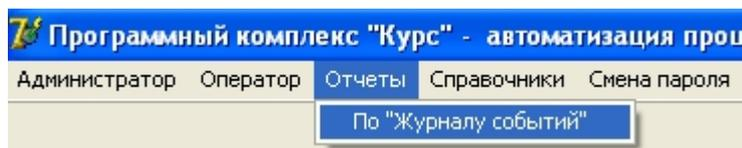
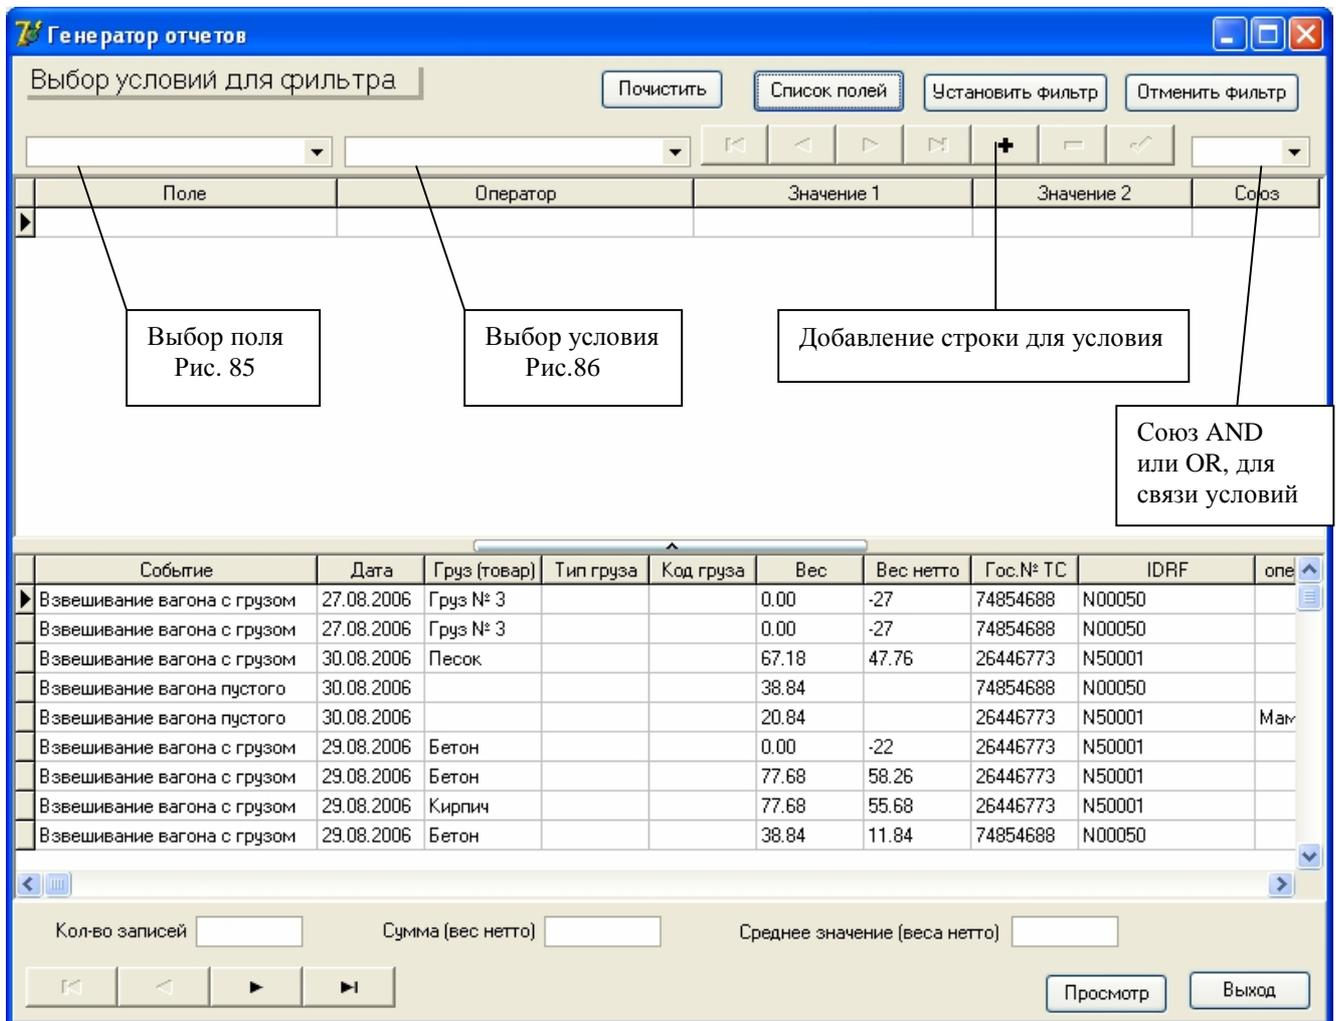

Рис. 83
Рис. 84
Рис. 83а
Вызов этой подсистемы можно проводить из стандартного меню (см. Рис. 83), а также из «Навигатора» (см. Рис. 83а). Общий вид «**Генератора отчетов**», представлен на Рис. 84. Вход в эту подпрограмму доступен всем пользователям системы.
1. «Поле» - сюда будет записываться наименование поля, к которому в дальнейшем будет применено, выбранное вами условие. Само поле выбирается из комбинированного списка (см. Рис. 84 и 85).
2. «Оператор» - здесь записывается действие (условие) над полем из первой колонки. Условие также выбирается из комбинированного списка (См. Рис. 84 и 86).
Можно приступить к созданию второго условия, зададим временной период вывоза «Бетона». Кнопкой «+» навигатора таблицы условий (рис. 84,91), добавьте строку для второго условия.